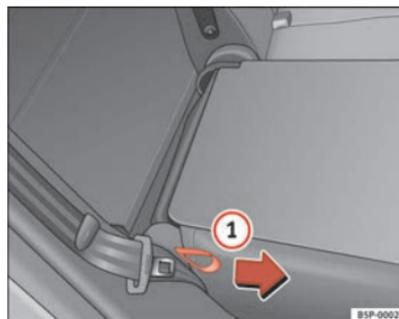

Fig. 101 Rebater ou levantar o encosto do banco traseiro
- Puxar a pega lateral do banco ⇒ página 148, fig. 101 ① no sentido da seta e levantar o encosto até que encaixe.